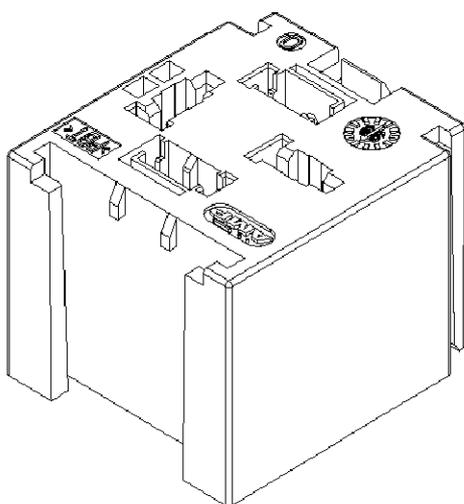

Figure 1
- Clip SPT pour le passage de la puissance (Pour les modules réf. 953615-x, voir Figure 1)